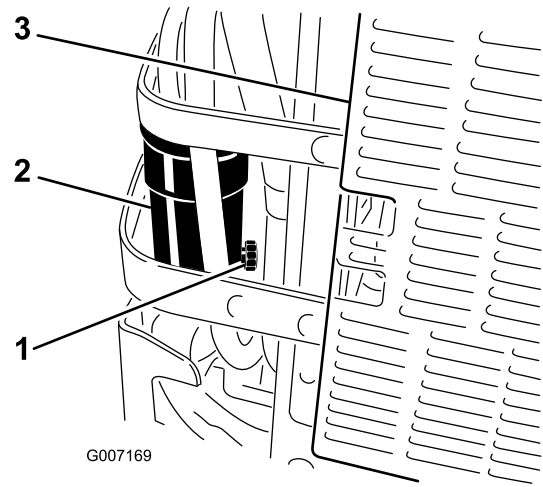

Figura 46
6. Abra la válvula de drenaje del separador de agua aproximadamente una vuelta para que se vacíen el agua y otros contaminantes (Figura 46).
7. Cierre la válvula de drenaje cuando salga solamente diesel combustible (Figura 46).